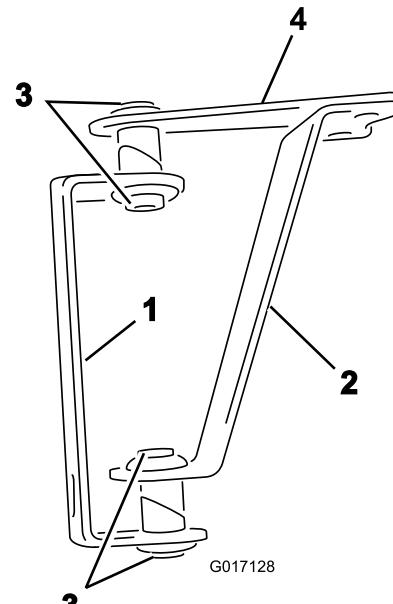

Figure 1
1. Disposez les charnières et les brides comme illustré à la Figure 1 (pour une rampe découverte) ou Figure 2 (pour une rampe couverte).
2. Insérez les bagues dans les ouvertures des tubes soudés dans les charnières et les brides, comme illustré à la Figure 1 ou Figure 2.